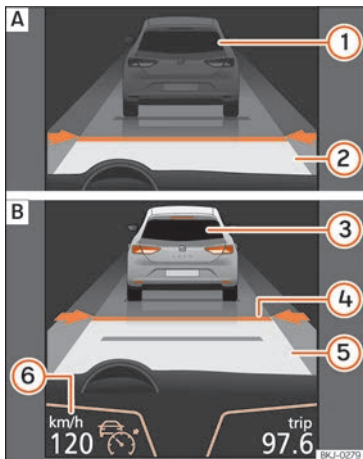
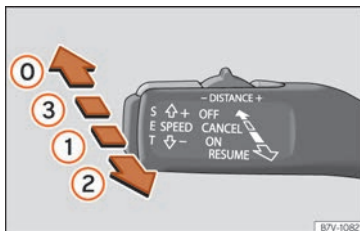
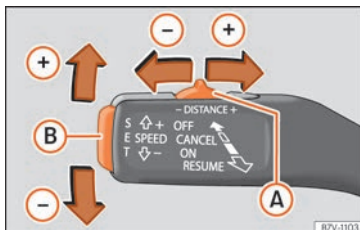

Abb. 250 Am Bildschirm des Kombi-Instruments: **A** ACC inaktiv (Standby). **B** ACC aktiv.
Abb. 252 Links an der Lenksäule: dritter Hebel für die Bedienung der ACC.
Abb. 253 Links an der Lenksäule: dritter Hebel für die Bedienung der ACC.
Bildschirmanzeigen » **Abb. 250:**
Wenn die ACC eingeschaltet ist, schaltet sich auf der Schalttafel die grüne Kontrollleuchte ein (☺) und auf dem Bildschirm werden die programmierte Geschwindigkeit und der Zustand der ACC angezeigt » **Abb. 250**.
- Um die ACC zu aktivieren, bewegen Sie den Hebel in die Position **ON** » **Abb. 252** ①. Zu »
• Drücken Sie anschließend die Taste **SET** »» **Abb. 253** (B) oder bewegen Sie den Hebel in die Position **RESUME** »» **Abb. 252** (2). In diesem Moment wird die ACC aktiviert und die aktuelle Geschwindigkeit und der Abstand werden programmiert. Die Anzeige am Kombi-Instrument wechselt in den Modus **Aktiv** »» **Abb. 250** (B).
• Zur Programmierung der Geschwindigkeit schieben Sie den dritten Hebel nach oben (+) oder nach unten (-) bis zur gewünschten Geschwindigkeit »» **Abb. 250** (6). Die Einstellung der Geschwindigkeit erfolgt in Schritten von 10 km/h [6 mph].
• Falls Sie die Geschwindigkeit in Schritten von 1 km/h [0,6 mph] erhöhen möchten, bewegen Sie den Hebel in die Position **RESUME** »» **Abb. 252** (2) bzw. drücken Sie zur Reduzierung die Taste **SET** »» **Abb. 253** (B).
• Um das Abstandsniveau zu erhöhen oder zu reduzieren, bewegen Sie die Taste (A) nach rechts oder links »» **Abb. 253**.
Am Bildschirm des Kombi-Instruments wird das ausgewählte Abstandsniveau geändert »» **Abb. 250** (4). Sie können aus 5 verschiedenen Abstandsniveaus auswählen. SEAT empfiehlt das Niveau 3. Der programmierte Abstand kann während der Fahrt oder bei Fahrzeugstillstand geändert werden »» (A).
• Um die ACC zu deaktivieren, bewegen Sie den Hebel in die Position **OFF** (fest) »» **Abb. 252** (0). In diesem Moment erscheint der Text **ACC deaktiviert** und die Funktion ist vollständig deaktiviert.
Die Beschleunigung des Systems lässt sich jederzeit durch Betätigen des Bremspedals oder Drücken des dritten Hebels bis zur Position **CANCEL** »» **Abb. 252** **3** unterbrechen.
Beim Ein- oder Ausfahren einiger Kurve kann es vorkommen, dass der Radarsensor das vorausfahrende Fahrzeug nicht mehr erfasst oder auf ein Fahrzeug auf der Nebenspur reagiert »» **Abb. 254** [A]. Es ist möglich, dass das Fahrzeug unnötigerweise bremst oder nicht mehr auf das vorausfahrende Fahrzeug reagiert. In diesem Fall muss der Fahrer eingreifen, indem er beschleunigt oder durch Betätigen des Bremspedals oder Drücken des dritten Hebels bis zur Position **CANCEL** »» **Abb. 252** **3** den Bremsvorgang abbricht.